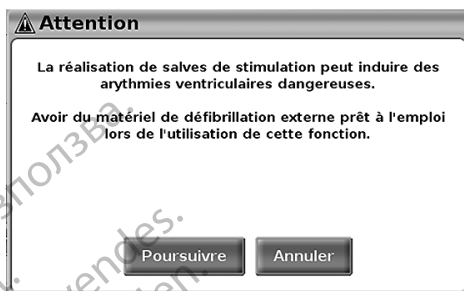

Figure 18. Message d'avertissement d'une stimulation en salves du PSA
4. Un message d'avertissement s'affiche indiquant qu'une stimulation en salves sera activée (Figure 18 en page 32).